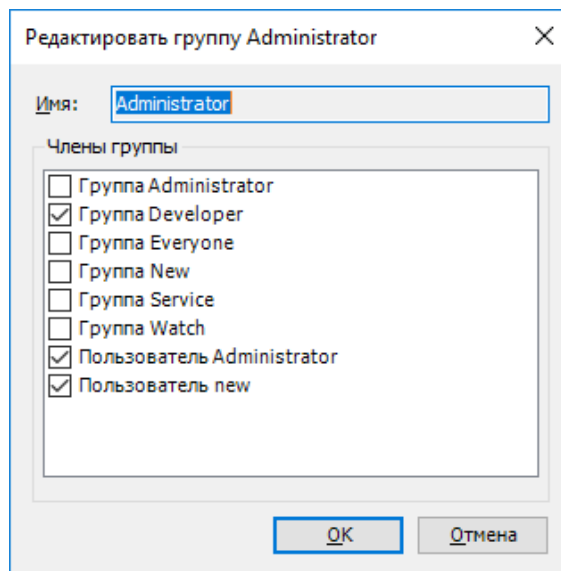

Рисунок 264 – Добавление / удаление пользователя в существующую группу
- для редактирования существующей группы (редактирование), выберите группу из списка и нажмите кнопку  **Редактировать...** (**Редактировать...**), либо нажмите двойным щелчком по ней. Далее в появившемся окне **Редактировать группу <...>** установите / снимите флажок в нужной строке, подтвердите действие нажатием кнопки **ОК** (Рисунок 264);